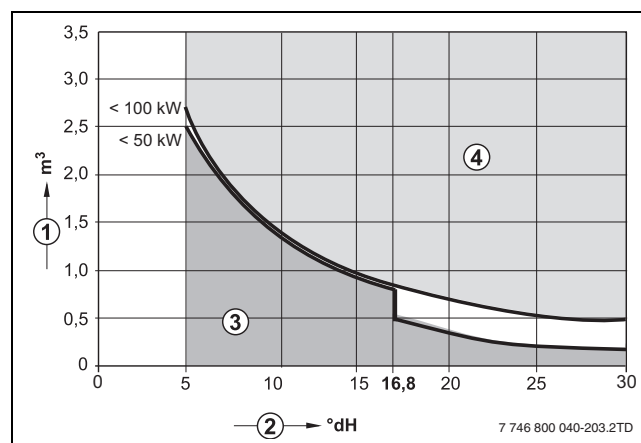

Рис. 7 Требования к воде для заполнения отдельных котлов Logamax мощностью до 100 кВт
- ▶ Заполняйте систему только необработанной водопроводной водой (учитывайте диаграмму на рис. 7). Нельзя использовать грунтовые воды.